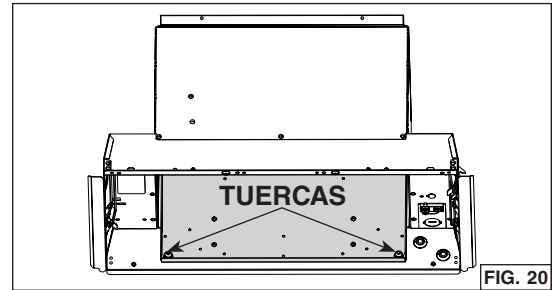

FIG. 20
8. Desde el interior del aparato, retire la placa trasera (en gris en FIG. 20) retirando las 2 tuercas usando un casquillo de 3/8 pulg. de diámetro. Poner las tuercas y la placa a un lado.